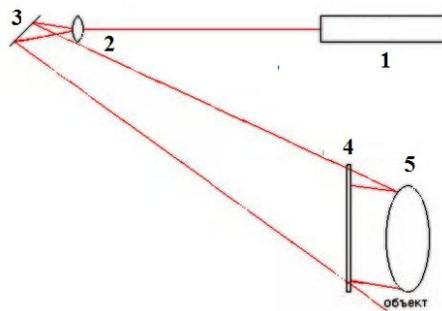

Рис. 1.
В 1962 г. советский физик Юрий Николаевич Денисюк предложил перспективный метод голографии с записью в трехмерной среде. В этой схеме луч лазера (1) расширяется линзой (2) и направляется зеркалом (3) на фотопластинку (4). Часть луча, прошедшая через неё, освещает объект (5). Отраженный от объекта свет формирует объектную волну (рис. 1). Как видно, объектная и опорная волны падают на пластинку с разных сторон (т. н. схема на встречных пучках). В этой схеме записывается отражающая голограмма, так как на пластинке происходит интерференция двух волн, которая самостоятельно вырезает из сплошного спектра узкий участок (участки) и отражает только его (т.о. выполняя роль светофильтра). Благодаря этому изображение голограммы видно в